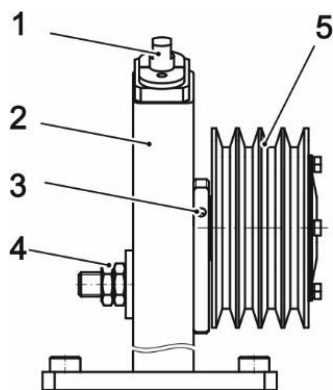

**Рис. 4.7.3 Натяжное устройство ремней привода вентилятора**
1. Ослабить контргайки 4 (рис. 4.7.3)
При наличии в корпусе натяжного устройства пресс-маслёнки (см. поз. 3 рис. 4.7.3) подшипники шкива должны смазываться смазкой Литол 24 через каждые 20000 км пробега.